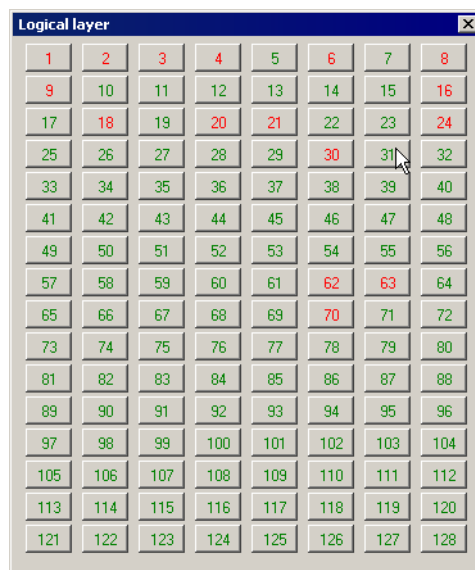

Рис. 5.7.
**Logical layer** (рис. 5.7). Красным цветом показаны номера занятых линий, черным — свободных для использования. Чтобы выбрать линию, щелкните по ее обозначению левой кнопкой мыши.